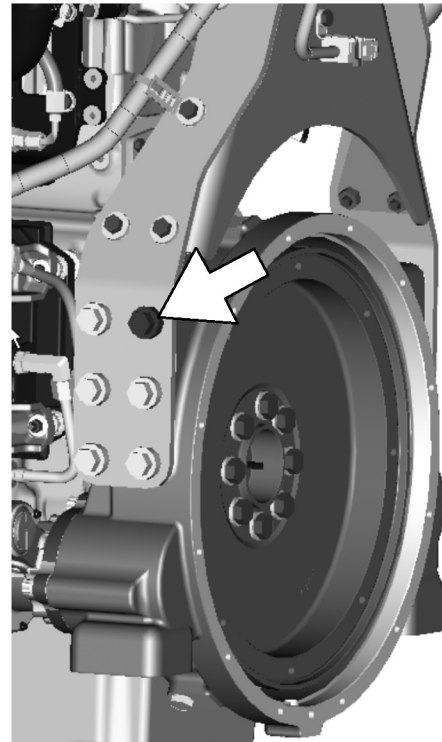
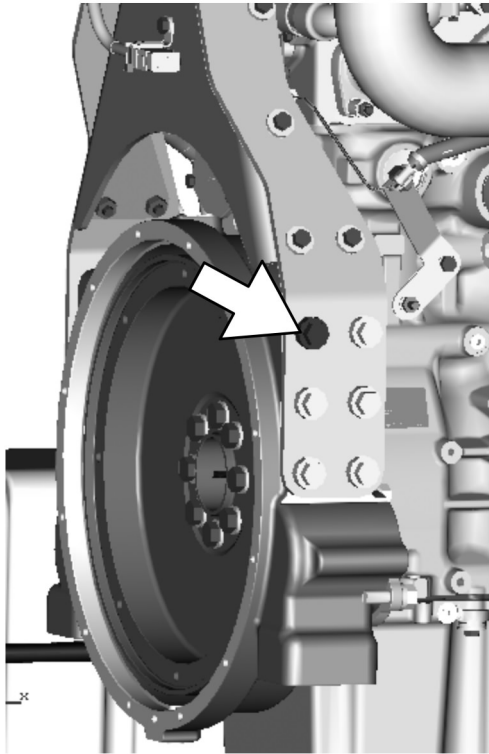
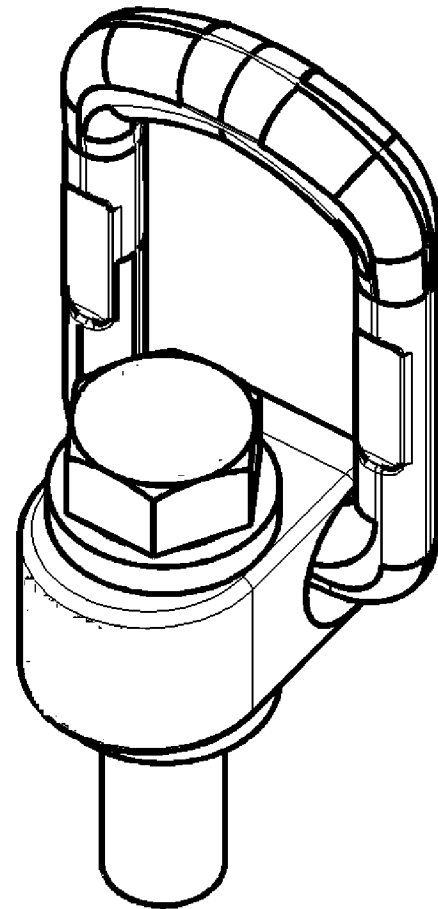

Abbildung 36
Abbildung 37
Abbildung 38
1. Die in Abbildung 36 und Abbildung 37 gezeigten Schrauben ausbauen.
2. Die Lastringe montieren; siehe Abbildung 38 . Die Lastringe an den in Abbildung 36 und Abbildung 37 gezeigten Stellen montieren. Die Lastringschrauben mit einem Anziehdrehmoment von 370 N·m (272 lb ft) festziehen.